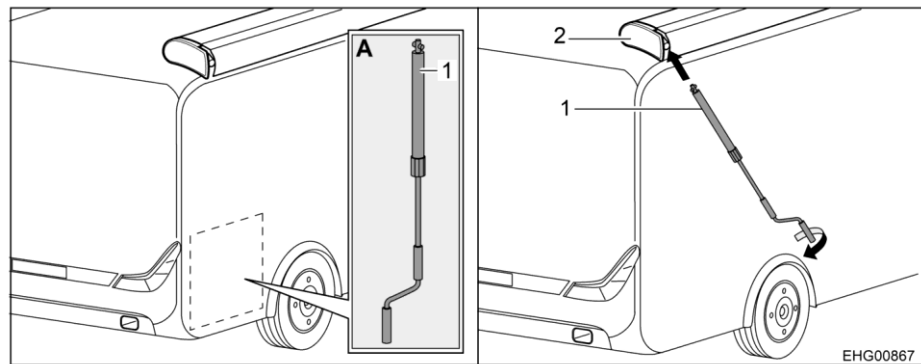

Fig. 45 Instalar la manivela
- Sacar la manivela (Fig. 45,1) del garaje trasero (Fig. 45,A).
- Encajar la manivela en el enganche de bayoneta (Fig. 45,2) del toldillo.